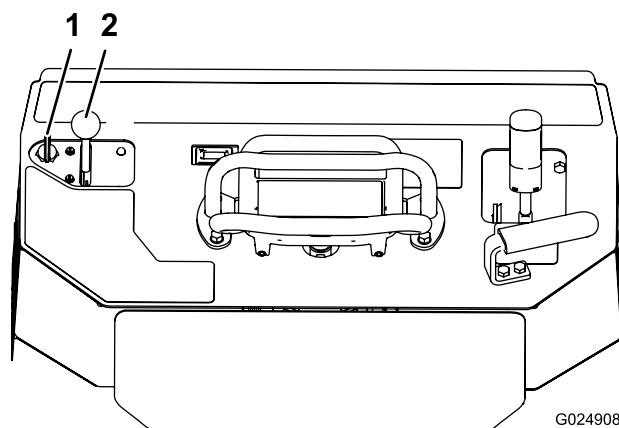

Figura 19
1. Mueva la palanca del acelerador a un punto intermedio entre las posiciones de Lento y Rápido (Figura 19).
2. Gire la llave a la posición de Conectado (Figura 19). Cuando el motor arranque, suelte la llave.
3. Mueva la palanca del acelerador a la posición deseada (Figura 19).
2. Mueva la palanca del acelerador a la posición de Lento (Figura 19).
3. Gire la llave a la posición de Desconectado (Figura 19).